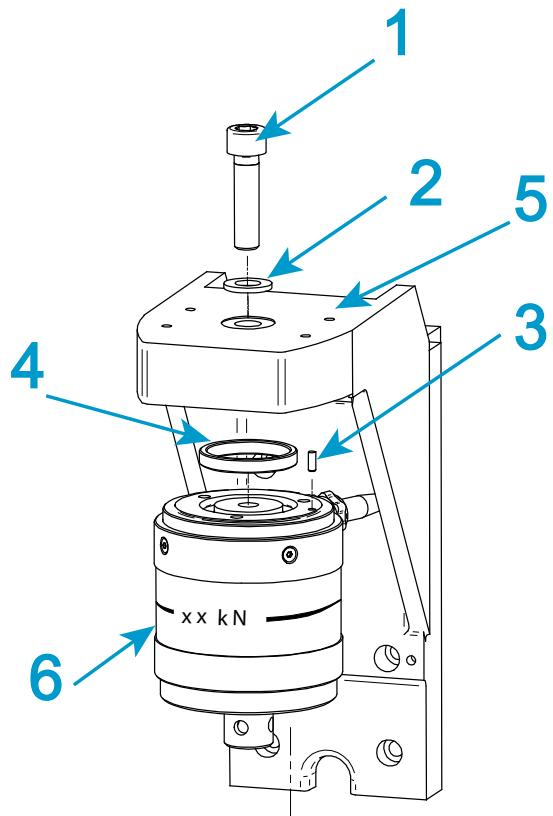

Figura 16. Instalación de una célula de carga de la serie 2580: capacidades de 500 N a 5 kN
### Leyenda de Figura 16
1. Consulte Figura 16 en la página 91 y su leyenda relacionada.